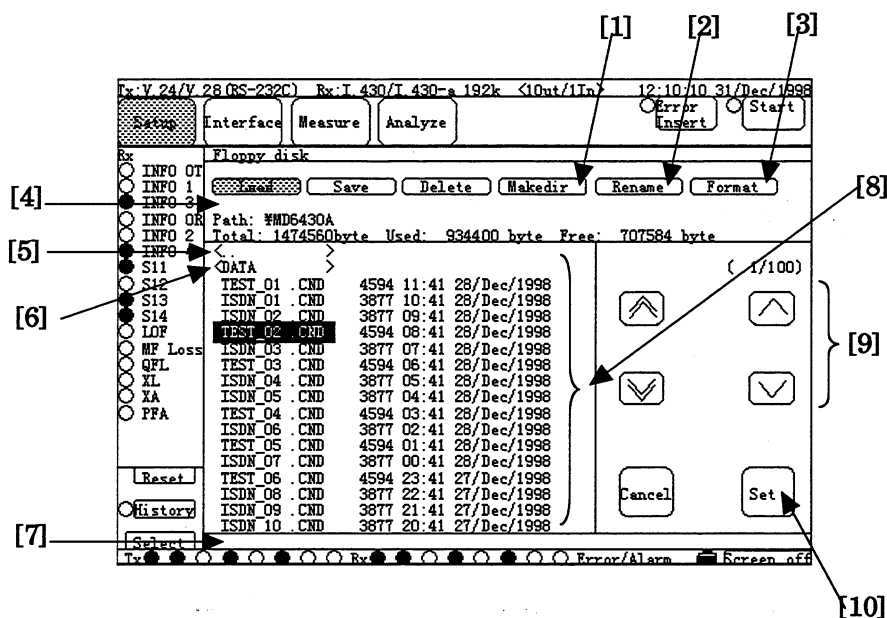

図 6.4-7 Setup:Floppy disk 画面
2. Setup:Floppy disk 画面に切り替えます。"Makedir"ボタン (図 6.4-7,[1]) を押します。
3. 機能表示部(図 6.4-7,[4])に"Makedir"と表示されます。ディレクトリ名設定のための文字入力ウィンドウが開きます。登録名を入力し, "Set"ボタン(図 6.4-7,[10])を押します。
1. Setup:Floppy disk 画面のファイル一覧表示部(図 6.4-7,[8])に示されるファイル名の中で, "<"と">"でくくられたファイルをカーソルボタン(図 6.4-7,[9])で選択し, "Set"ボタン(図 6.4-7,[10])を押します。
"<" + "名前" + "." + "拡張子" + ">" : 一つ下の子ディレクトリ (例 <DATA>(図 6.4-7,[5]))
"<.." : 一つ上の親のディレクトリ(図 6.4-7,[6])
2. Setup:Floppy disk 画面に切り替えます。"Format"ボタン(図 6.4-7,[3])を押します。
3. 機能表示部(図 6.4-7,[4])に"Format"と表示されます。確認ウインドウが表示されます。"Set"ボタン(図 6.4-7,[10])を押します。
4. フォーマットが開始され、メッセージ表示部(図 6.4-7,[7])に「Now executing...」と表示されます。
5. メッセージ表示部(図 6.4-7,[7])から「Now executing...」の表示が消え、フォーマットが終了します。
- メッセージ表示部(図 6.4-7,[7])に「Now executing...」が表示されている間は、フロッピーディスクを取り出さないでください。フロッピーディスクが破損します。
2. Setup:Floppy disk 画面に切り替えます。"Rename"ボタン(図 6.4-7,[2])を押します。
3. 機能表示部(図 6.4-7,[4])に"Rename"と表示されます。一覧表示されているファイルから、カーソルボタン(図 6.4-7,[9])を操作し、"Set"ボタン(図 6.4-7,[10])を押します。
4. ファイル名設定のための文字入力ウインドウが開きます。登録名を入力し、"Set"ボタン(図 6.4-7,[10])を押します。
5. メッセージ表示部(図 6.4-7,[7])から「Now executing...」の表示が消えると、ファイル名の変更が完了します。